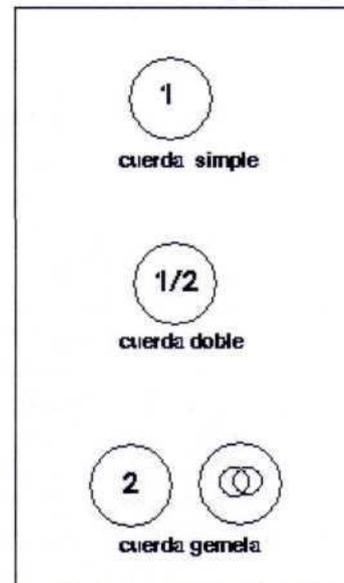
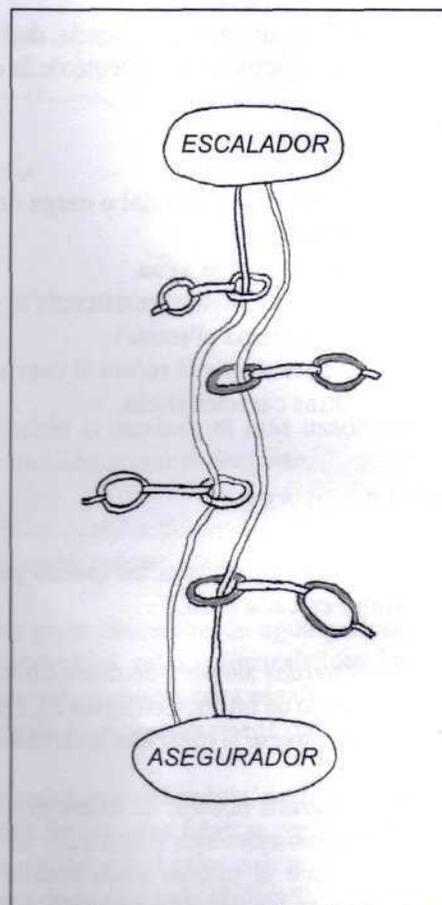

Figura 2.
Figura 3.
-*Cuerdas simples*, de diámetro 9.5 a 11 mm, se usan en simple y vienen marcadas por un 1 dentro de un círculo (figura 2), son las que más se usan, pero al ir en simple son más propensas a romperse al rozar con las aristas, debemos asegurarnos siempre de su buen estado.
-*Cuerdas dobles*, de diámetros 8.5 a 9 mm, se usan en doble pitonando alternativamente los mosquetones (figura 3). Se usan fundamentalmente en glaciares y escalada artificial porque al pitonar cada cuerda la mitad corren mejor, al ser doble es más difícil que partan las dos en una arista, pero es más peso y más bulto que las simples. Deben de ser bicolors (distinto color de una mitad y la otra) para su facilidad de manejo. Vienen marcadas con  $\frac{1}{2}$  dentro de un círculo (figura 2).
-*Cuerdas gemelas*, de diámetro 7 a 8 mm, se usan en doble como si fuesen una simple, es decir *siempre pitonando todos los mosquetones* (figura 4), son poco usadas, su única ventaja es su mayor resistencia a la rotura por corte en aristas, son prácticas en caso de tener que realizar muchos rápeles (son muy ligeras y se lleva el doble de cuerda), pero son propensas a liarse. Vienen marcadas con un 2 o dos círculos cruzados dentro de un círculo (figura 2).